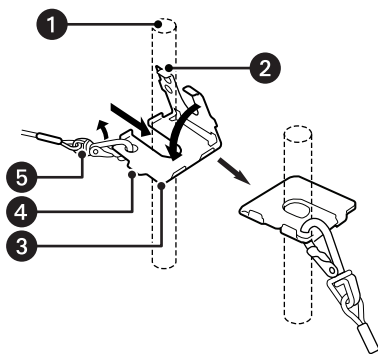

Figura 11. Montando o ângulo do fio de segurança
- ❶ Parca
- ❷ 134 mm (5,25 pol.) entre a parte inferior da parca e o teto
- ❸ Teto
- ❹ Modelo B
- ❺ Chumbadores
3. Monte o ângulo do fio de segurança (fornecido) no segundo chumbador e conecte o fio de segurança (fornecido) ao ângulo (consulte a Figura 11 na página 24).